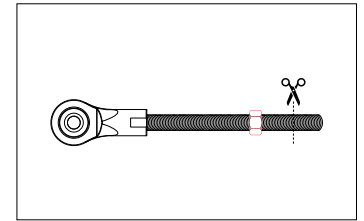

Abb. 29: Markierung Schnittpunkt
4. Sollten sie keinen Gewindeschneider zum Entgraten der Gewindestange zur Verfügung haben, schrauben Sie vor dem Schneiden der Stange eine Mutter auf die Gewindestange. Verwenden Sie die Mutter zum Entgraten des Stangenendes (Abb. 29).